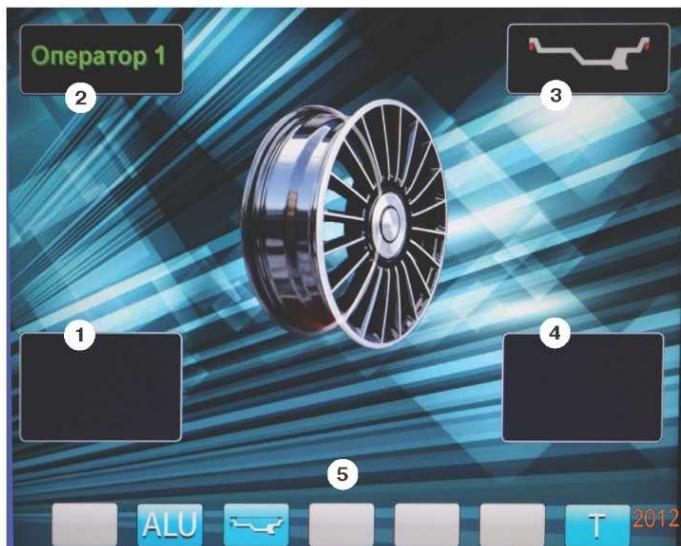

рис.8.2.
8.3. После включения питания СБ на экране монитора отображается фирменная заставка, которая через несколько секунд сменяется отображением экрана основного рабочего режима (рис. 8.2).
Для выбора схем расположения грузов в программах ALU1-ALU5 необходимо, находясь в режиме основного рабочего экрана, нажать кнопку «ALU», при этом открывается окно схем установки грузов, отмеченных номерами рис11.3. Если после введения размеров колеса установился экран ввода геометрических параметров, необходимо перейти в экран основного рабочего режима нажатием кнопки «STOP». Для выбора нужной схемы нажмите кнопку верхнего ряда клавиатуры с соответствующим номером. Выбранная схема установки грузов отображается в окне 3 экрана основного рабочего режима (рис. 8.2).
12.2. При включении СБ программа измерения дисбаланса настраивается таким образом, что дисбаланс менее 8 г (заводская установка) на любой плоскости коррекции не показывается, в этом случае в окнах 1 и 4 (рис. 8.2) высвечиваются «OK». Минимальный дисбаланс отображающийся в окнах 1 и 4 равен 8 г. Дисбаланс, превышающий 8г, округляется до величины кратной 5, т.е. дисбаланс 9, 10, 11 и 12 г отображается цифрой 10, дисбаланс 13, 14, 15, 16 и 17 г - цифрой 15 и т. д. Для просмотра неокругленного значения дисбаланса или дисбаланса менее 8г. необходимо нажать кнопку «<», при этом в окнах 1 и 4 на 2-3 сек высвечиваются фактические значения дисбаланса, определенные в данном запуске.
12.3.4. Для проверки результатов балансировки снова запустите СБ. Если колесо отбалансировано правильно, на индикаторах 1 и 4 (рис. 8.2.) отображаются символы «OK».